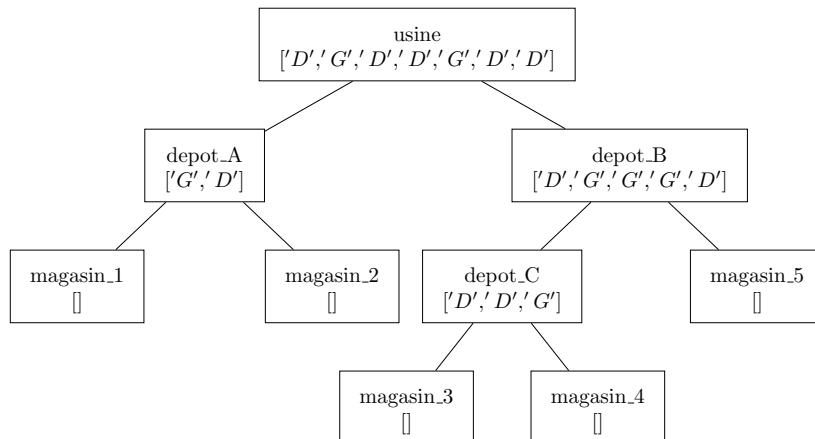

Figure 4: État de l'arbre après une livraison
- (f) le magasin 1 n'a rien à livrer : fin de l'opération.L'affichage produit est alors **usine => depot_A => magasin_1**. La figure 4 représente l'arbre mis à jour après cette livraison.